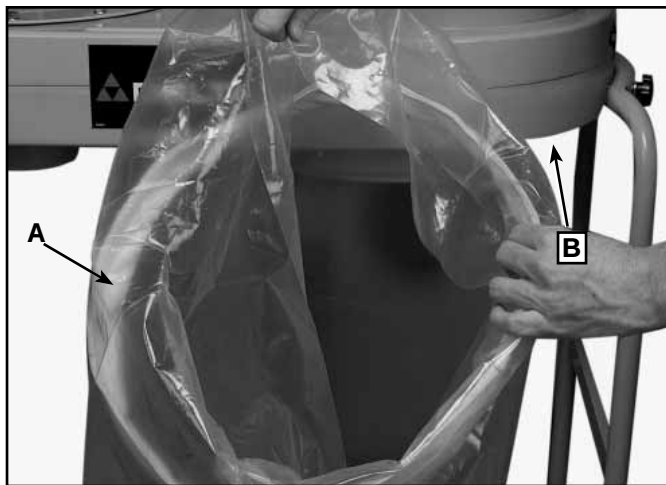
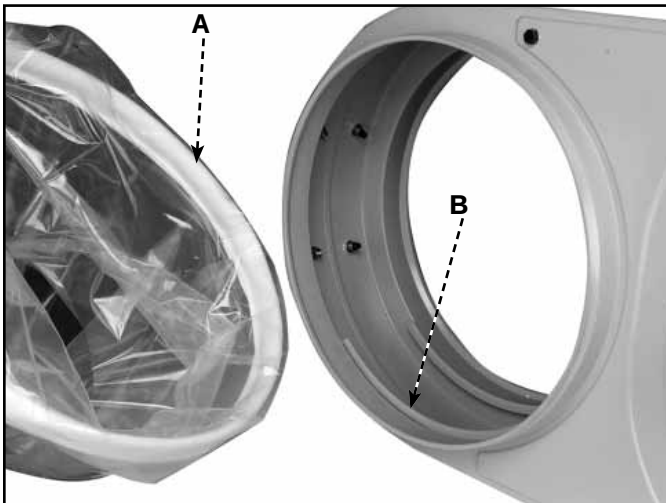

Fig. 8
Fig. 9
1. Prendre l'anneau de retenue du sac gainé de tissu (A) fig. 8, et l'insérer dans l'ouverture du sac collecteur de poussière en plastique transparent. Enrouler environ 15 cm (6 po) du sac autour de l'anneau de retenue.
2. Insérer le sac dans le grand trou (B) fig. 8, du module moteur-souffleur et insérer l'anneau de retenue (A) fig. 8, et (A) fig. 9, dans la rainure inférieure (B) fig. 9. Au besoin, plier l'anneau pour l'insérer en place.
5. Insérer l'extrémité ouverte du sac filtrant dans la rainure supérieure du tambour du dépeussièreur jusqu'à ce que le sac soit fixe et scellé. (D'une façon similaire à l'insertion de l'anneau interne du sac inférieur, fig. 9. Au besoin, plier l'anneau de retenue interne pour l'insérer en place.